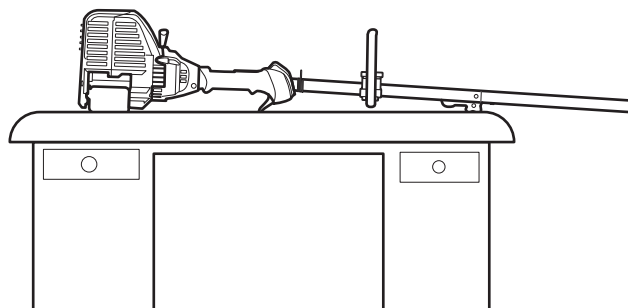

Fig. 25
2. **Régalez l'appareil sur une surface plane**, comme un établi ou une table. Le bouclier de la tête de coupe devrait pendre sur le bord, de sorte que le moteur est de niveau (Fig. 25).